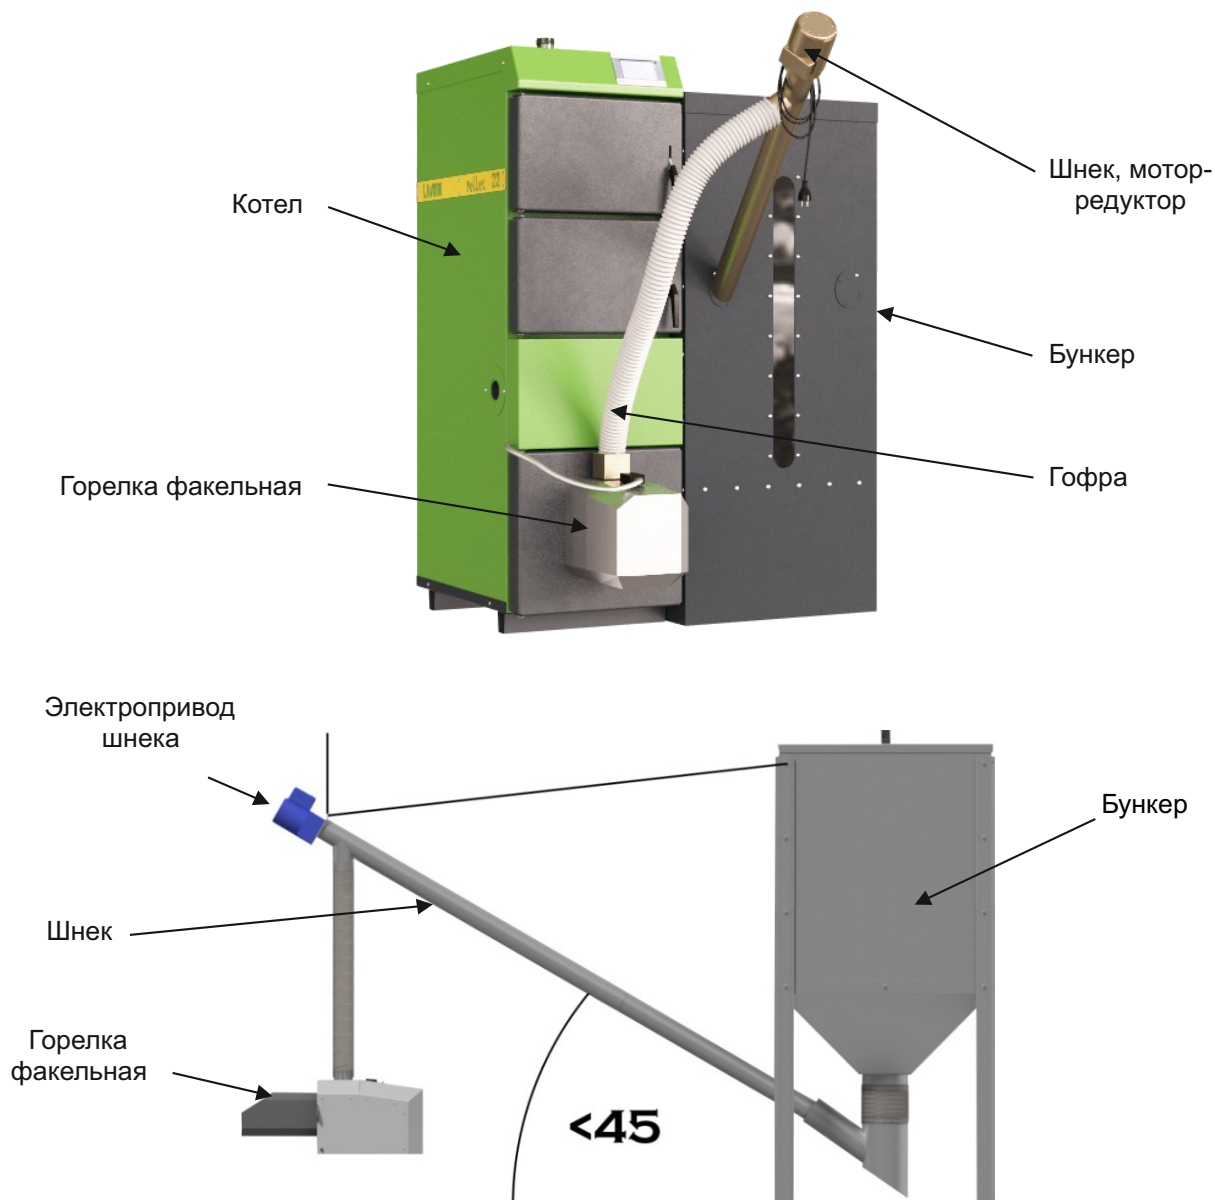

Рисунок 3. Общий вид винтового подающего устройства с Горелкой и бункером
- Д) отмерить и отрегулировать длину подающего устройства пеллет, не забывая при этом, что угол между основанием и трубой подающего устройства не должен превышать 45° (см. рис. 3);
- Е) подвесить подающее устройство на цепочке. (см. рис. 3);